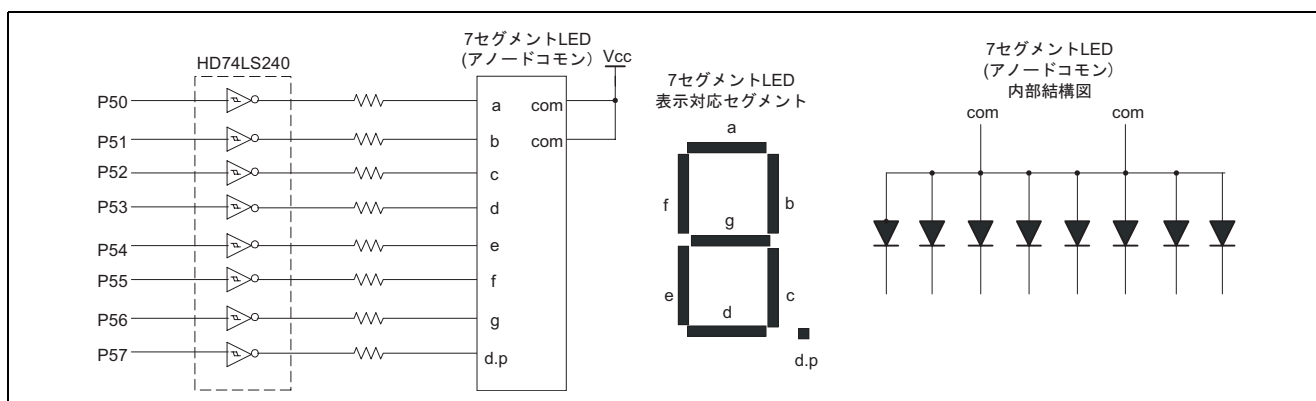

図 5 7 セグメント LED 接続図および内部結線図
(2) 使用する 7 セグメント LED の接続図を図 5 に示します。図 5 に示すようにポート 5 から “High” を出力することにより対応する LED のセグメントが点灯します。また, ポート 5 出力と LED 表示データの関係を表 4 に示します。